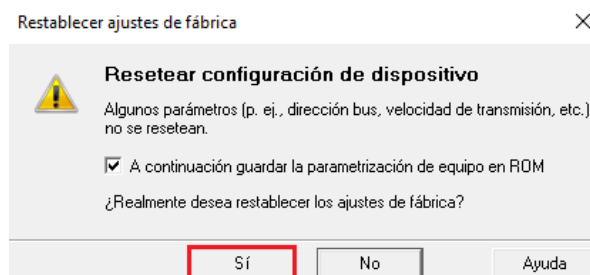

Figura 21: Confirmación de restablecimiento de fábrica.
- Para confirmar el restablecimiento de fábrica, presionar el botón “**Si**”, y la configuración se transferirá automáticamente a la tarjeta de memoria de la Control Unit (ver figura 21).